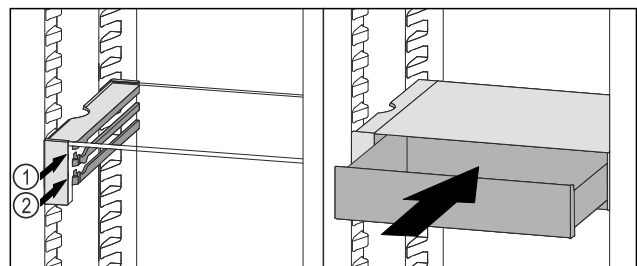

Fig. 59
- ▶ Coloque el cajón VarioSafe en la nervadura deseada Fig. 59 (1) o Fig. 59 (2) detrás de los topes.